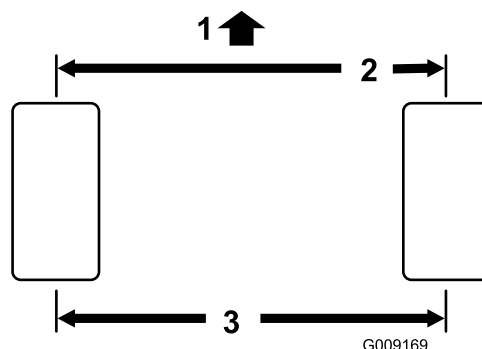

Figura 60
1. Mida la distancia entre centros (a la altura del eje) en la parte delantera y trasera de los neumáticos de dirección (Figura 60).